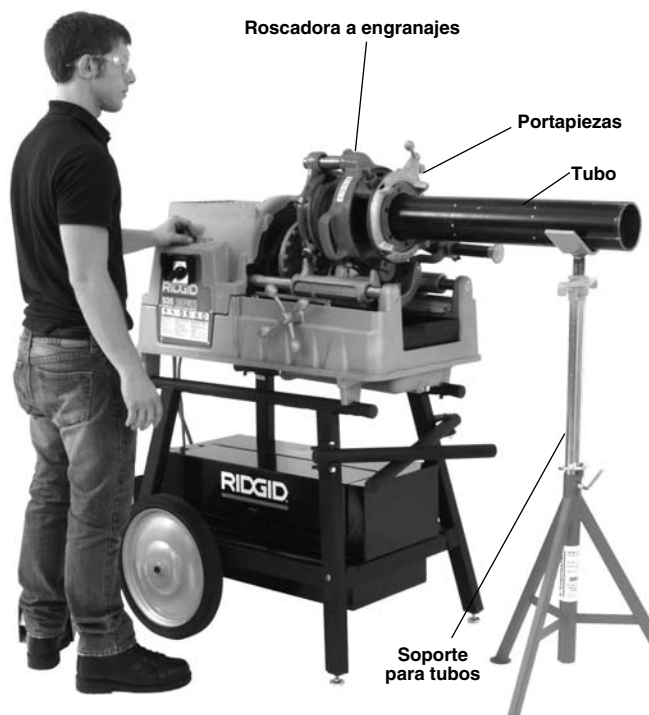

Figura 21 – Posición de operación (método de acoplamiento directo)
8. Adopte la postura correcta par trabajar de tal modo que pueda controlar la máquina y el proceso (*Figura 21*).
9. Presione el interruptor de pie para empezar a roscar. Bañe las terrajas con aceite para reducir el par de torsión del roscado, mejorar la calidad de las roscas y prolongar la vida útil de las terrajas (Figura 21).